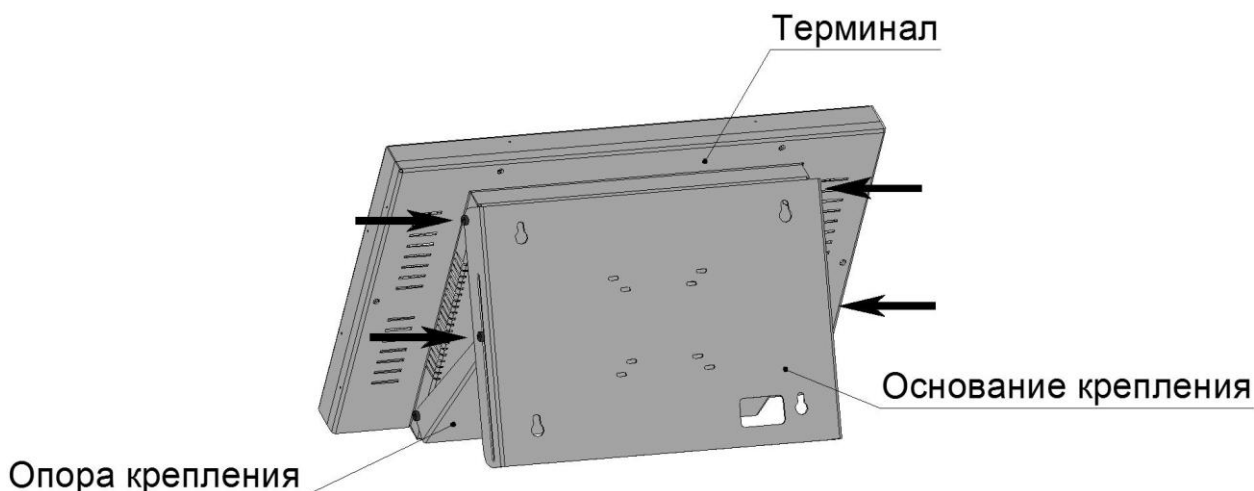

Рис.3 Основание крепления
- Отвинтить болты, соединяющие основание крепления с терминалом и опорой крепления (рис.3). Отсоединить основание крепления.